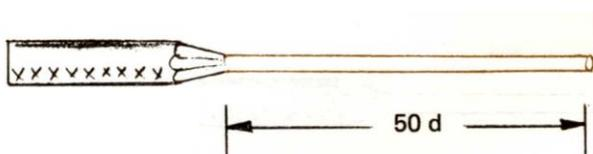

Figura 2
- Pele el extremo del conductor derivado en una longitud aproximada de 50 veces su diámetro (figura 2).